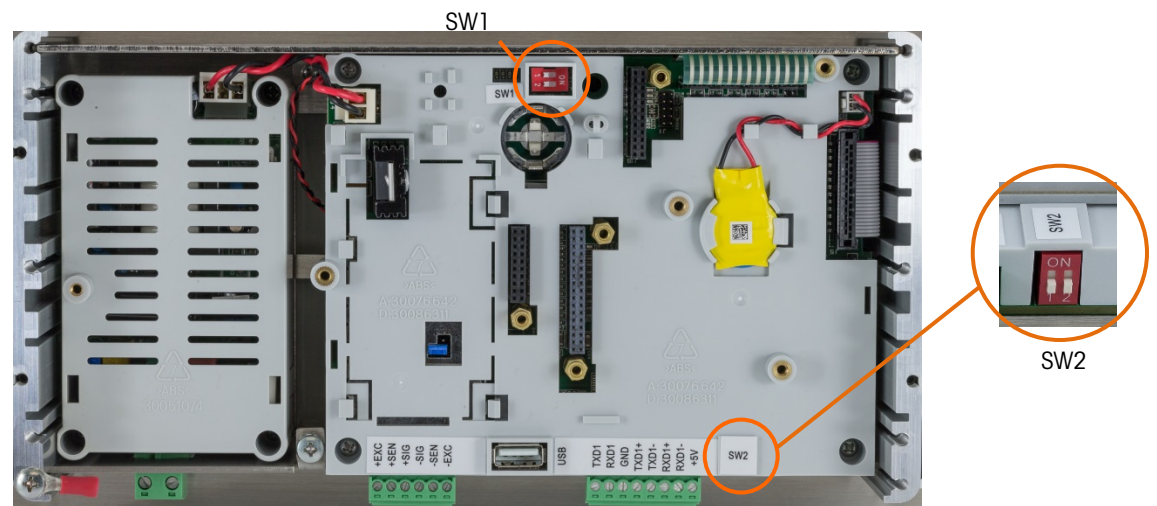

Abbildung 2-118: Schalter der Hauptplatine
Auf der Hauptplatine befinden sich vier Schalter (siehe Abbildung 2-118 mit der Analogausführung des Terminals). Die Funktionen dieser Schalter finden Sie in Tabelle 2-11.
- Wenn Sie die Drahtbrücke W1 für den Betrieb mit einer Verstärkung von 3 mV/V entfernen, klemmen Sie nur einen der Kontaktstifte ab, wie in Abbildung 2-118 dargestellt, und auf der linken Seite von Abbildung 2-120. Wenn diese Drahtbrücke nicht korrekt gesetzt ist, passt die Kunststoffabdeckung über die Hauptplatine nicht richtig. Drücken Sie in diesem Fall die Kunststoffabdeckung nicht mit Gewalt herunter. Entfernen Sie die Kunststoffabdeckung, und positionieren Sie die Drahtbrücke wie in der Abbildung.